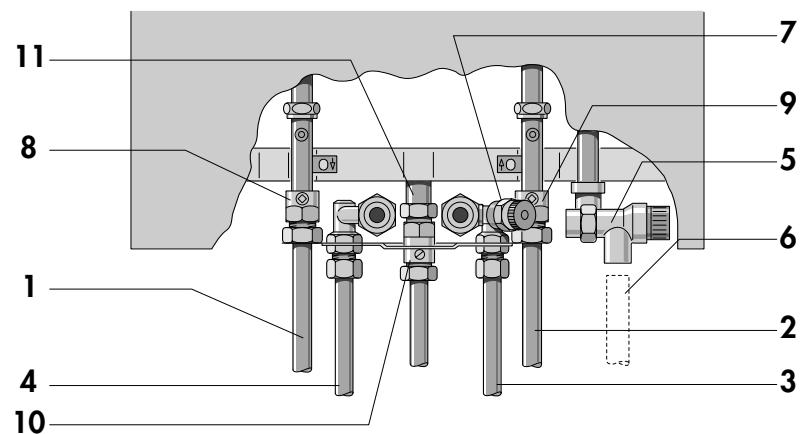

Fig. 4.5: La figure montre une chaudière VUW
4.5.3 Branchements des tubes (fig. 4.5)
Un robinet de gaz de $3/4"$ fait partie de l'ensemble fourni (10 sur la figure 4.5). Poser le raccord fileté de $3/4"$ " sur le raccordement de gaz de l'appareil (11 sur la figure 4.5) et bloquer.